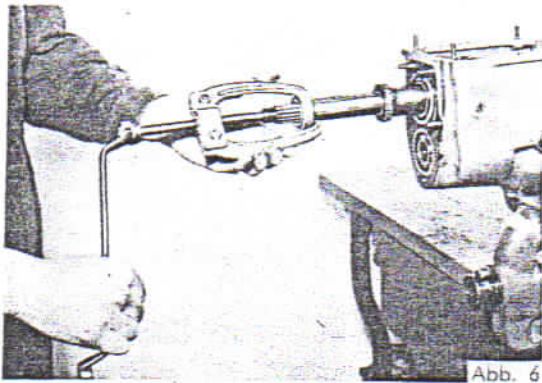

Abb. 6
7. Kugellager für Tachometergehäuse von der Hauptwelle abziehen (Abzieher handelsüblich, z. B. Kukko) (Abb. 6)